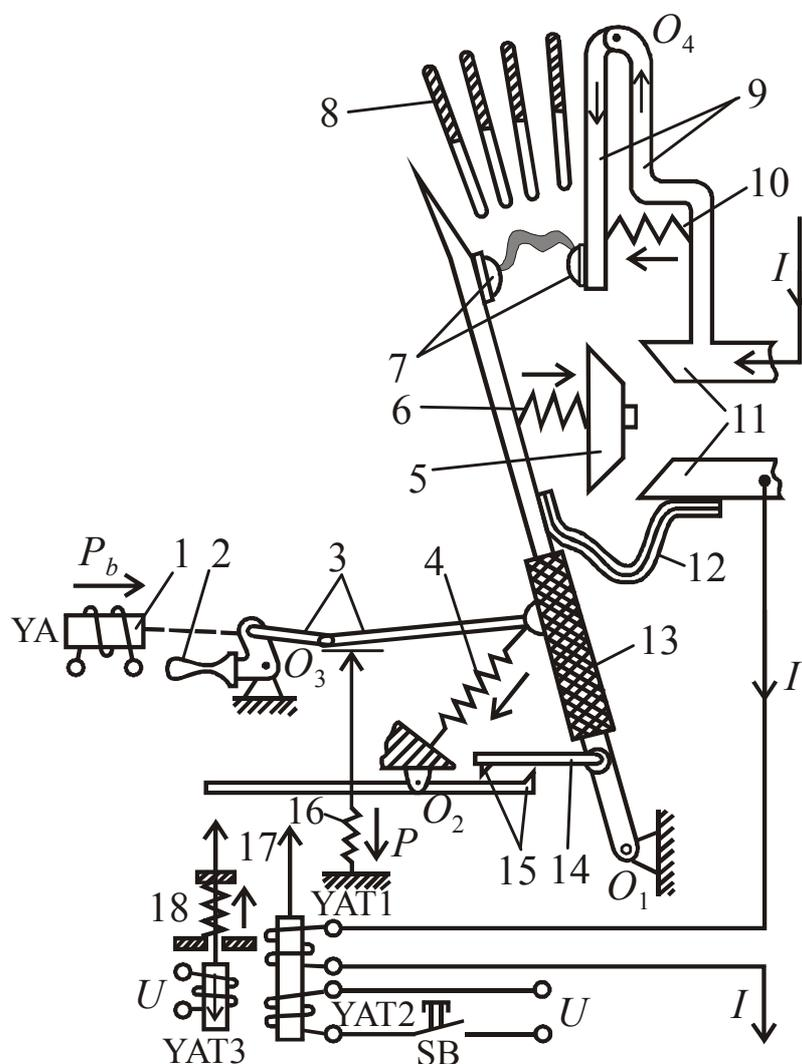
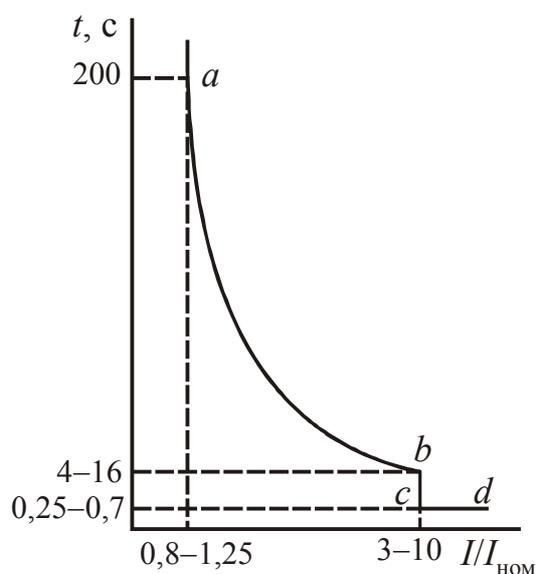
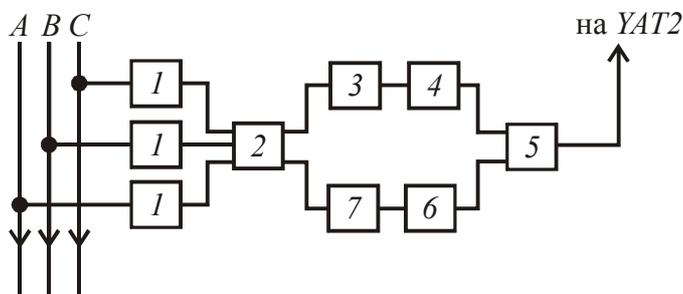

Рис. 1.1. Принципиальная схема автоматического выключателя:
Рис. 1.2. Пример защитной характеристики автоматического выключателя
Рис. 1.3. Структурная схема полупроводникового расцепителя
Принципиальная схема автоматического выключателя приведена на рис. 1.1.
На рис. 1.1 выключатель показан в отключенном положении. Для его включения вращают рукоятку 2 или подают напряжение на *электромагнитный привод 1 (YA)*. Возникающее усилие перемещает рычаги 3 вправо, при этом поворачивается несущая деталь 13, замыкаются сначала дугогасительные контакты 7 и создается цепь тока через эти контакты и гибкую связь 12, а затем главные контакты 5, 11. После завершения операции выключатель удерживается во включенном положении защелкой 14 с зубцами 15 и пружиной 16.
Защитная характеристика автоматического выключателя приведена на рис. 1.2. Максимальные расцепители имеют обратную зависимость от тока выдержку времени при перегрузках (участок ab) и независимую выдержку времени при токах КЗ (cd). Уставка по току регулируется в
В выключателях применяются и полупроводниковые расцепители. Они обеспечивают более высокую точность срабатывания по току и времени. Структурная схема такого расцепителя показана на рис. 1.3. Блок 1 измеряет ток защищаемой сети. В сети переменного тока в качестве блоков 1 применяют трансформаторы тока, а в сети постоянного тока – магнитные усилители. Блок 2 анализирует сигнал от блока 1. Если этот сигнал соответствует току перегрузки, то из блока 2 поступает сигнал в блок 3, который запускает полупроводниковое реле 4, создающее зависимую от тока выдержку времени (участок *ab* характеристики по рис. 1.2).
При токе КЗ сигнал с блока 2 достаточен для запуска блока 7, который является токовой отсечкой. Блок 6 создает выдержку времени в независимой части характеристики (участок *cd* на рис. 1.2). Блок 5 усиливает сигналы от блоков 4 и 6 и подает импульс на отключающую катушку автоматического выключателя *YAT2* (см. рис. 1.1).